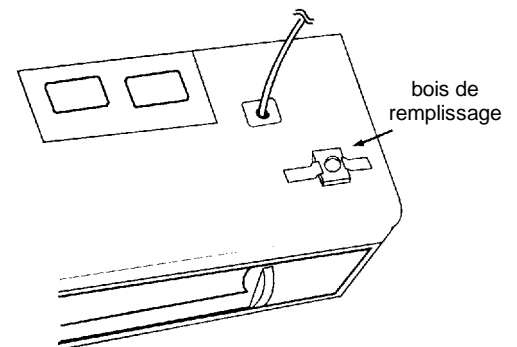

Figure 25
- Aligner les morceaux de bois de remplissage sur les deux ouvertures du dessus du four et les fixer en place à l'aide de ruban adhésif. Voir la figure 25.